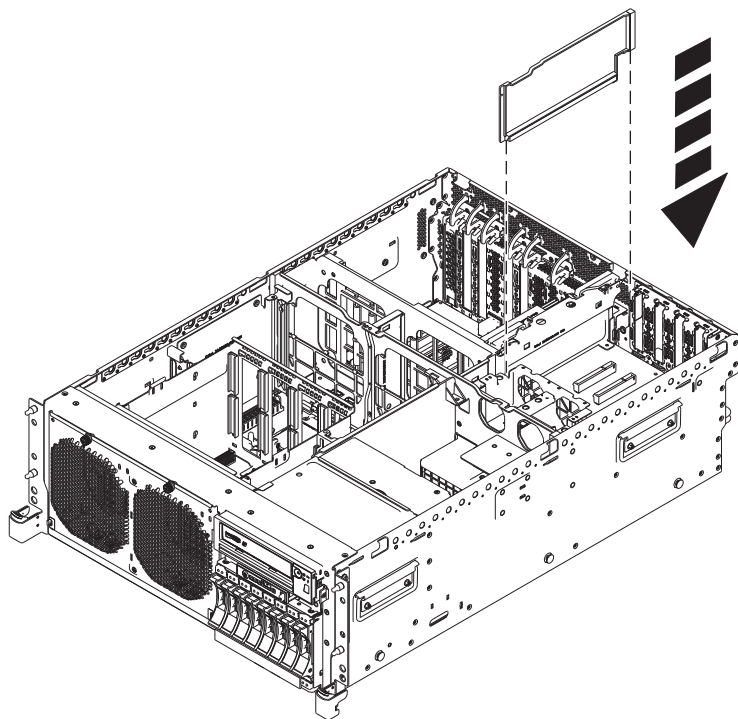

図 42. ラック・マウント・システム装置での拡張ライザー・エア・バッフルの取り付け
16. 空のスロットに別の拡張ライザーを取り付ける計画がない場合は、56 ページの図 42 に示すように黒いプラスチックのエア・バッフルを挿入します。